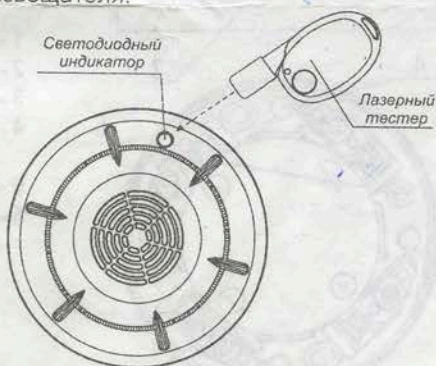

Рисунок 3
**7.1 Режим «Тест»** активизируется при считывании индикатором кодовой посылки от лазерного тестера «Астра-941» (рисунок 3). Через 10 с после считывания посылки извещатель должен выдать извещение «Пожар» - при нормальной